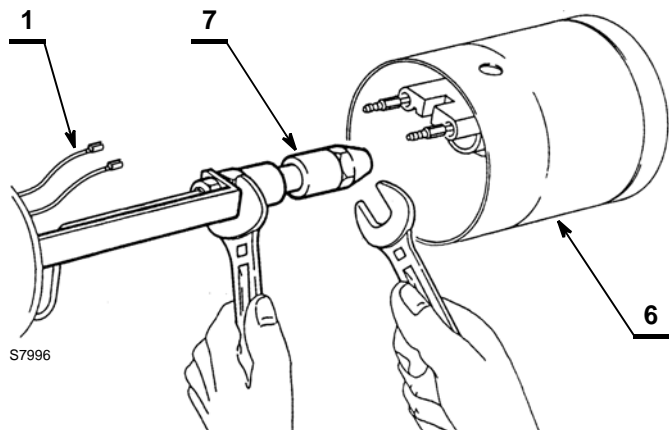

Fig. 27
- Sostituire l'ugello 7) (Fig. 27) tenendo il portaugello con l'ausilio di una chiave.